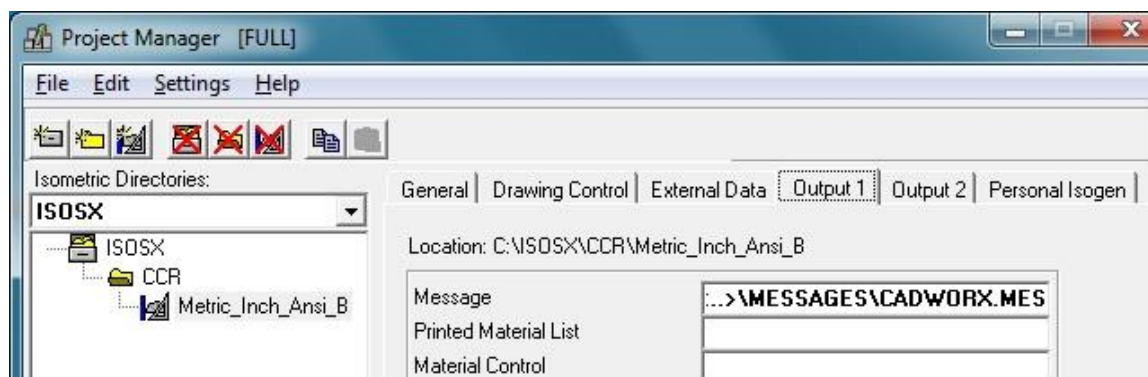

Figura 4. Pestaña "Output 1"
- 2 Ver figura 4, "Output 1", aquí se define en "Message", los mensajes por defecto que envía el Isogen.